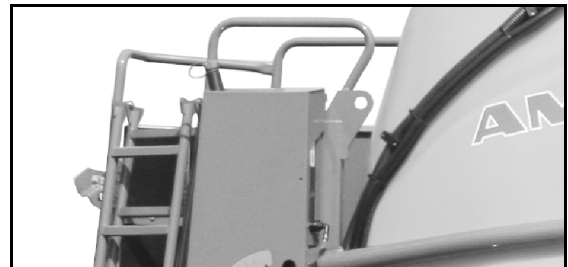

Fig. 11
- Fig. 11: Geländer am Wartungspodest